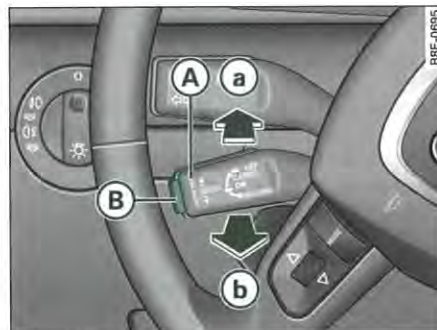

Fig. 149 Éléments de commande du régulateur de vitesse
- Poussez le levier **(A)** $\Rightarrow$ fig. 149 jusqu'en position **(a)** (sans le faire encliqueter).